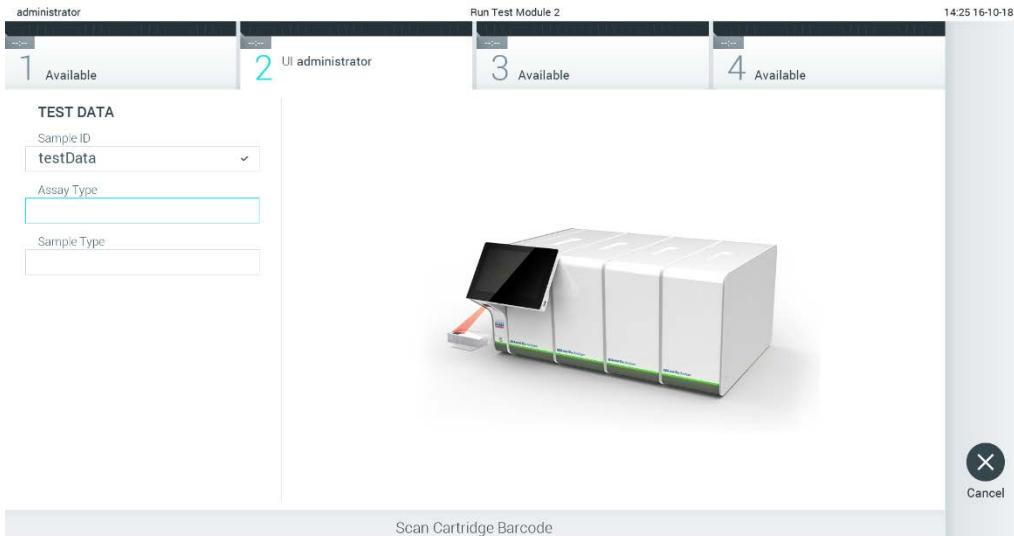

Figura 24. Scanarea codului de bare al cartușului de test QIAstat-Dx.
3. Atunci când vi se solicită acest lucru, scanăți codul de bare al cartușului de test QIAstat-Dx pe care îl veți folosi. QIAstat-Dx Analyzer 1.0 recunoaște automat testul care trebuie rulat, în funcție de codul de bare al cartușului de test QIAstat Dx (Figura 24).